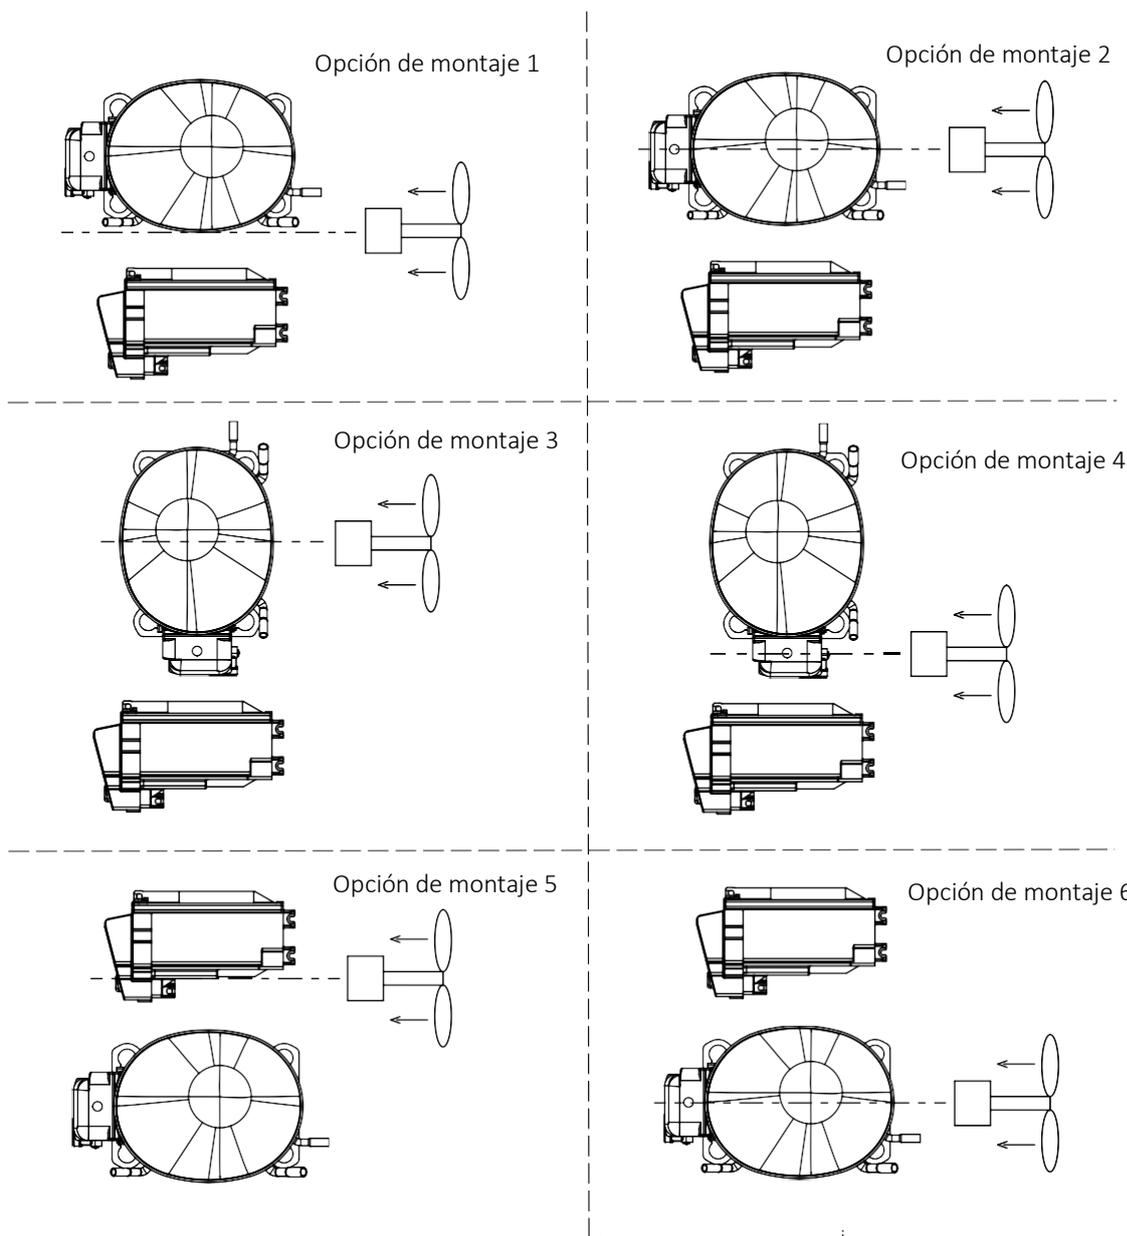

Figura 3.5: Dirección del flujo de aireⁱ
La posición recomendada del ventilador + compresor + inversor se muestra en la Figura 3.5. Todas las posiciones mencionadas son aceptables. Teniendo en cuenta aspectos específicos como la refrigeración del inversor y del motocompresor, las posiciones más recomendadas son las 1-4. Las últimas recomendaciones, pero aún aceptables, son las posiciones 5 y 6.
- El inversor electrónico debe instalarse en posición vertical. Consulte la Figura 3.5 para conocer las posiciones de montaje recomendadas.